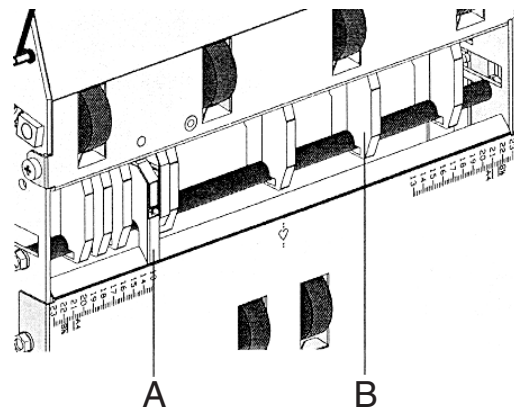

Abb. 33
- Stellen Sie den Lesekopf A (Abb. 33) auf den gemessenen Abstand ein.
- Verteilen Sie die Papierführungen B (Abb. 33) über die Breite des Formulars.